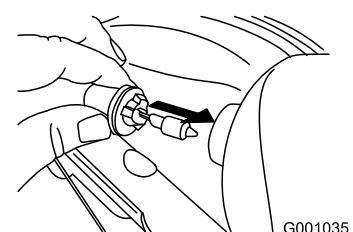

Figure 63
- Introduisez une ampoule neuve dans le phare par l'arrière (Figure 63).